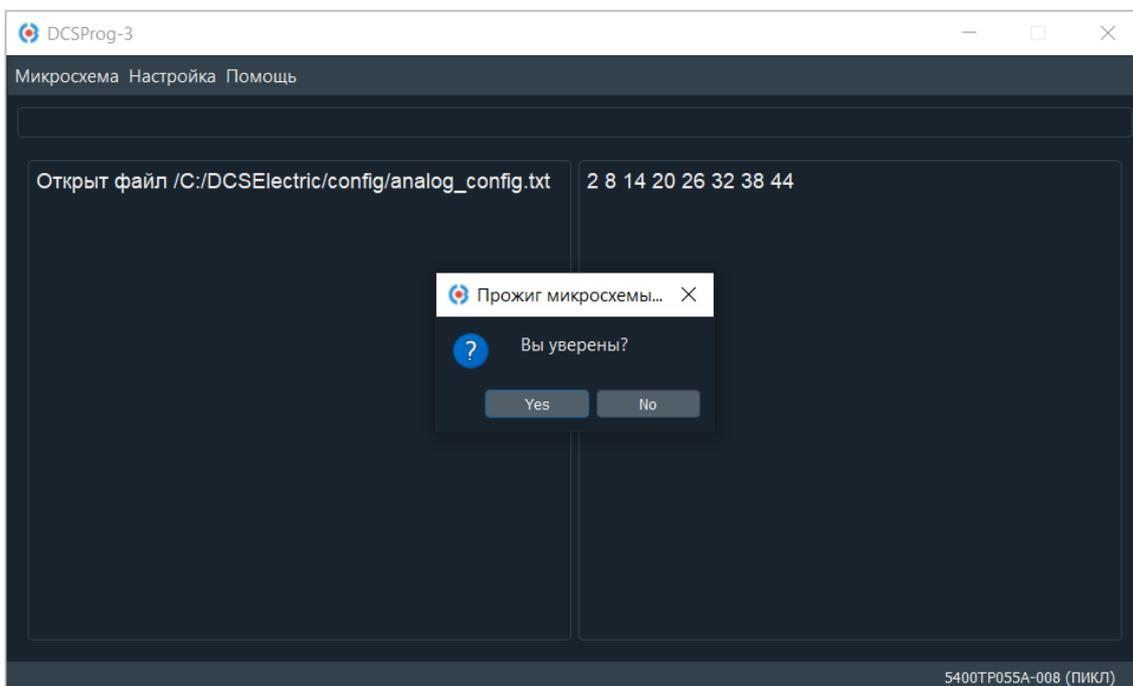

Рисунок 10. Подтверждение программирования микросхемы
9. После проверки нажмите «Микросхема – Прожечь». В открывшемся окне подтвердите программирование микросхемы – кнопка «Yes» (Рисунок 10).